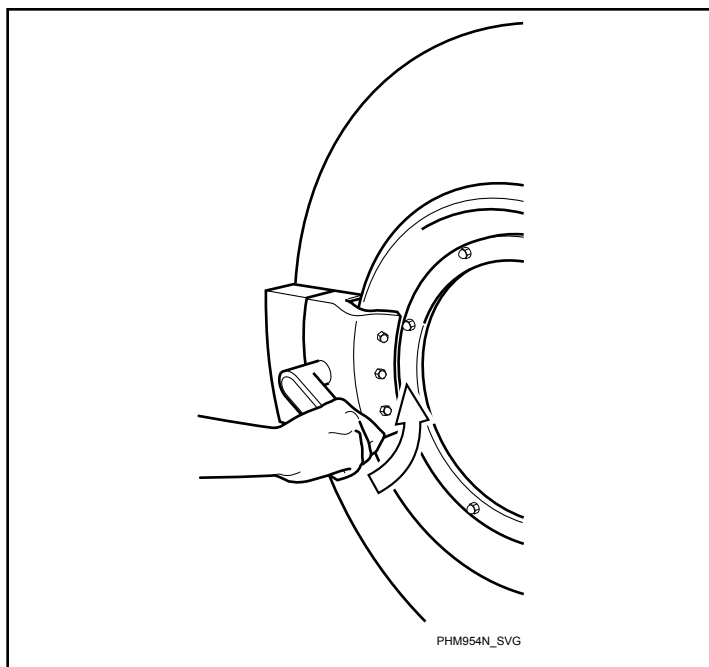

Рис. 42
4. Закройте дверцу, повернув ручку против часовой стрелки. См. Рис. 42.